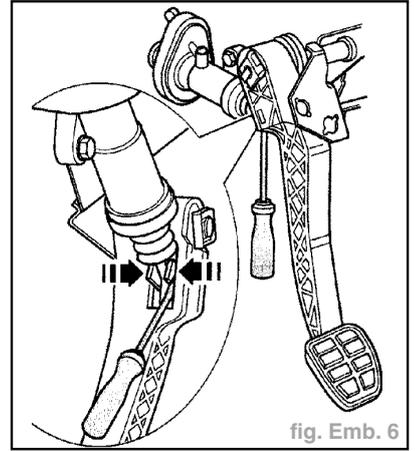

fig. Emb. 6
- Déverrouiller la tringle de commande du maître-cylindre de la pédale d'embrayage comme suit (fig. Emb. 6).